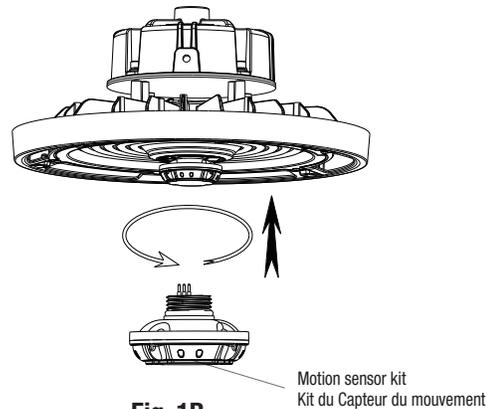

Fig. 1B
2. Mount the motion sensor as shown in Fig. 1B.
2. Montez le capteur de mouvement comme indiqué sur la Fig. 1B.